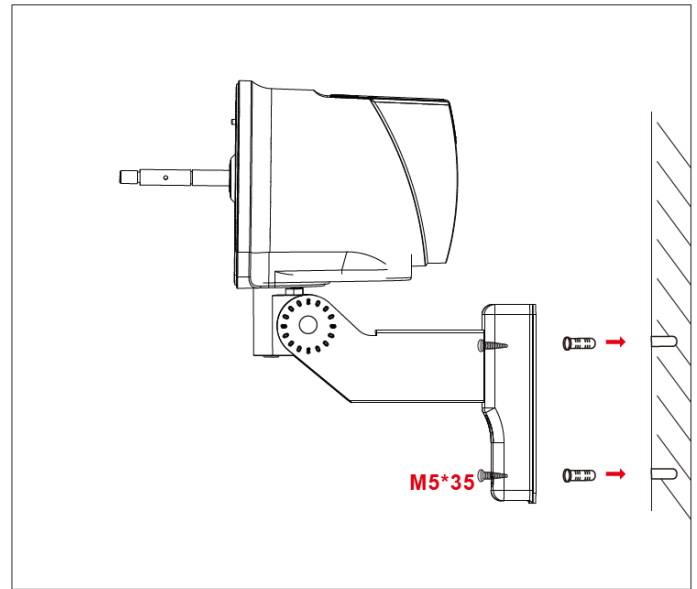

Figura 2
- c. Alinee los cuatro orificios del marco del motor con los cuatro orificios de la pared. Inserte el taco de expansión en los cuatro orificios e inserte los cuatro tornillos M5*35 en los orificios y apriételos firmemente (figura 2).